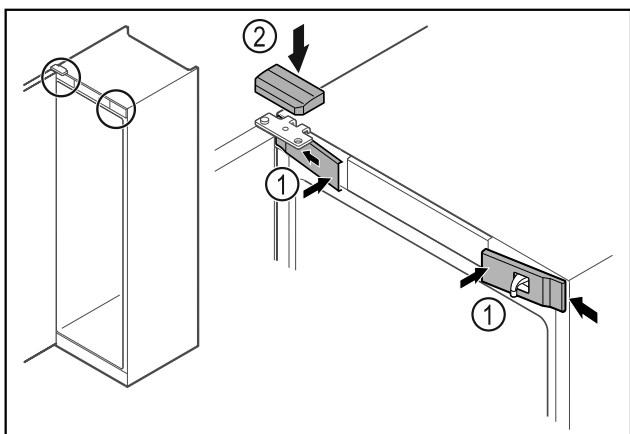

Fig. 42
- Přední kryty Fig. 42 (1) bočně zahákněte a zaklapněte.
- Horní kryt Fig. 42 (2) shora zaklapněte.